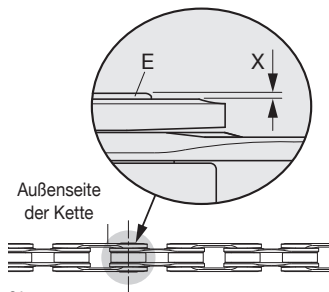

Abb.21
- Das leichte Vorstehen (X) des Stiftes (E) aus dem Kettenglied (an der Außenseite der Kette) (Abb. 21) ist ganz normal und stört die normale Gleitbewegung der Kette nicht. **Versuchen Sie niemals, dieses leichte Vorstehen zu beheben!**